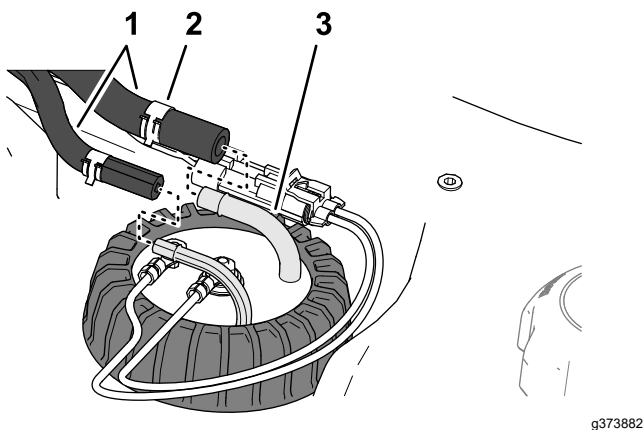

Bild 93
4. Schieben Sie die Schellen, mit denen die Schläuche an den Anschlussstücken des Kraftstoff-Füllstandsensors befestigt sind, nach innen, und nehmen Sie die Schläuche von den Anschlussstücken ab (**Bild 93**).